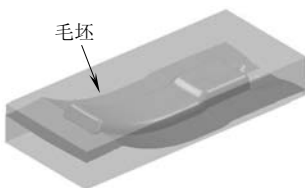

图 4-122 创建方形毛坯
1) 创建毛坯: 在 PowerMILL 综合工具栏中单击创建毛坯按钮, 打开“毛坯”表格, 勾选“显示”选项, 其他选项使用默认值, 然后单击“计算”按钮, 创建出方形毛坯, 如图 4-122 所示。单击“接受”按钮, 完成创建毛坯操作。